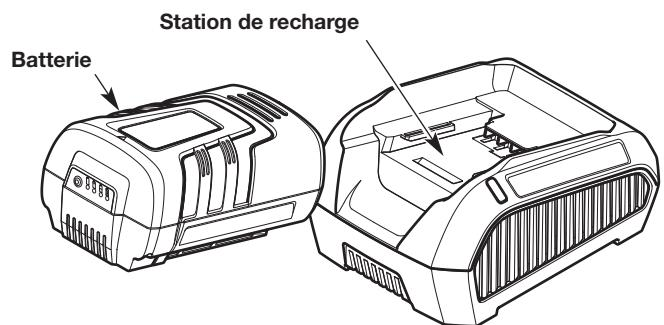

Fig. 11
2. Insérez la batterie dans la station de charge (Fig. 11). Poussez la batterie fermement jusqu'à ce qu'elle s'enclenche.